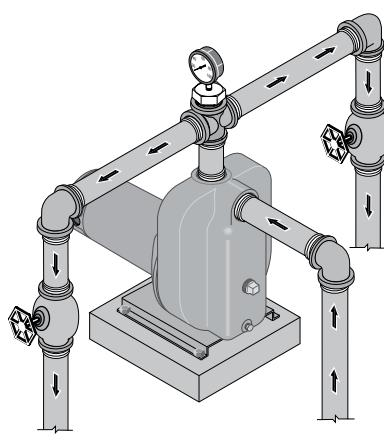

Figura 3: Descarga múltiple
Esta bomba está diseñada para su uso en estanques, cisternas o pozos. La descarga de la bomba se puede dividir para suministrar dos(2) o más sistemas de aspersores. En la Figura 3, se muestra, a modo de sugerencia, una descarga múltiple al servicio.